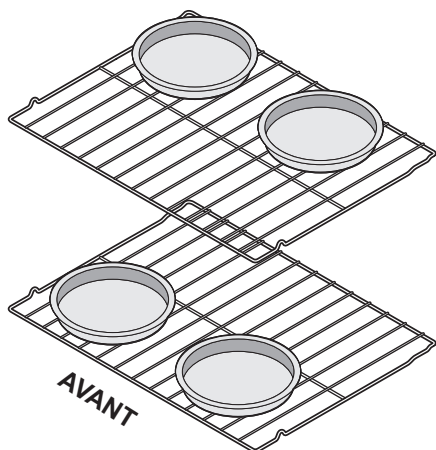

Figure 20 : Positionnement des plats de cuisson sur deux grilles
- Pour la cuisson sur deux grilles, voir à les placer en position Figure 20.